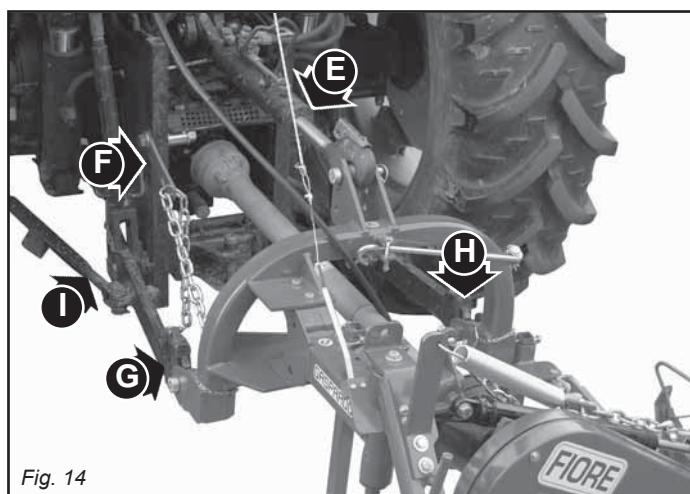
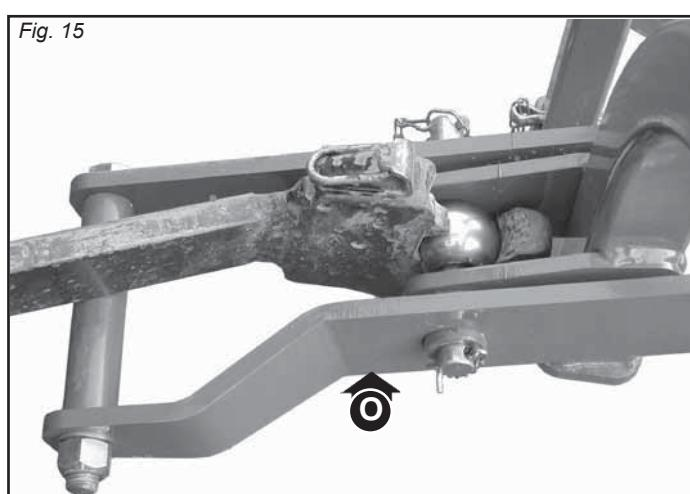

Fig. 14
Fig. 15
- 1 - Agganciare le barre del sollevatore sui perni predisposti (G e H, Fig. 14). Il braccio di sollevamento (O, Fig. 15) deve essere posizionato sotto il braccio del trattore. Bloccare con le copiglie a scatto.
- 2 - Collegare il terzo punto superiore ed effettuare una corretta regolazione con il tirante di regolazione (E, Fig. 14). La piastrina (F, Fig. 14) va posizionata alla sinistra del tirante, solidale sulla stessa spina. La spina va bloccata con l'apposita copiglia.
- 3 - Mediante gli appositi tiranti (I, Fig. 14) bloccare le barre paralleamente al trattore. Quest'ultimo accorgimento deve essere messo in atto per evitare qualsiasi spostamento, in senso orizzontale, della falciatrice.